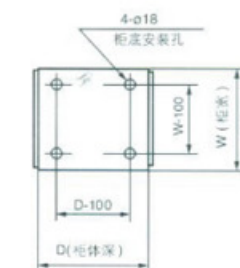
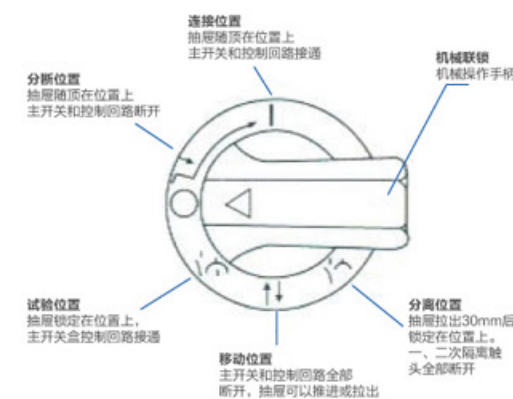
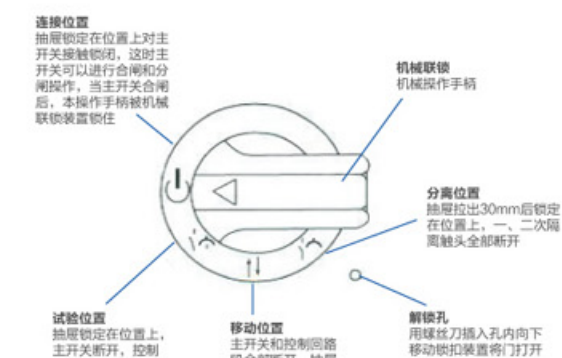

图1 柜底安装孔示意图
图7 8E/4、8E/2抽屉操作手柄示意图
图8 8E~24E抽屉操作手柄位置图
- 装置的外形尺寸见图 1、图 2，安装参考图 3~6。抽屉操作手柄见图 7 及图 8。
- ①检查装置内，安装的电气设备和控制接线是否符合工厂的图纸。
- ②用手动操作各种开关，应操作灵活，无异常和卡滞现象。
- ③检查机械连锁结构，电气连锁装置的动作是否正确可靠，应符合系统要求。
- ④检查主线路和控制电路的绝缘电阻是否符合规定要求。
- ⑤检查装置内所安装的电气设备是否良好，是否符合电气本身的技术条件。
- ⑥检查装置内部有无异物及各部件的安装螺钉电话 i 否有松动现象。
- ①抽屉底部应正确插入导入件后才能柜内推进，否则将会发生损坏抽屉或拉不出等不良现象。
- ②8W/4 和 8E/2 抽屉面板上的符号标志和作用见图 7，途中西欧那个分断位置“O”到“I”的箭头表示为：先将操作手柄向里推进后再将手柄从“O”旋转到“I”即可，返回时不须推动，只要将手柄从“I”转向“O”，放手后，手柄自动弹出。
- ③8E~24E 抽屉面板上的读好标致和作用见图 8，当手柄到达工作位置“I”时，机构对主开关接触机械闭锁，这是主开关可以合闸和分闸操作，当主开关合闸后，连锁机构的手柄就不能操作。
- ④在符号标志的右下角门上有一塑料小盖，这是门的解锁机构。操作过程如下：当抽屉在工作位置时，如果要开门，则先将小盖拔出，然后用螺丝刀插入孔内向下移动锁扣即可开门，开门后务必将塑料小盖盖上，否则将破坏原有的防护等级。